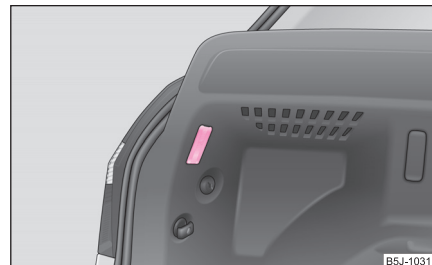

Fig. 208 Demontarea lămpii
- Introduceți o șurubelniță în fanta de sub lampă ⇒ fig. 208. Dislocați cu atenție lampa.